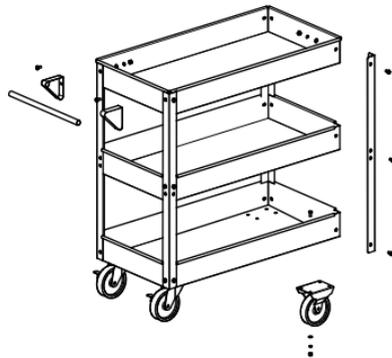

Рис. 1 – Сборка тележки 9.3
2. Сборка ящика инструментального (тележки инструментальной). Сборка показана на примере тележки 9.3. (см. рис. 1):